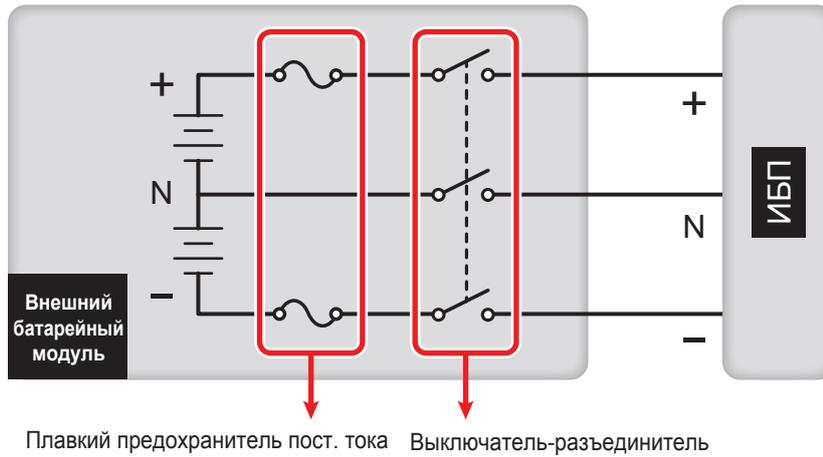
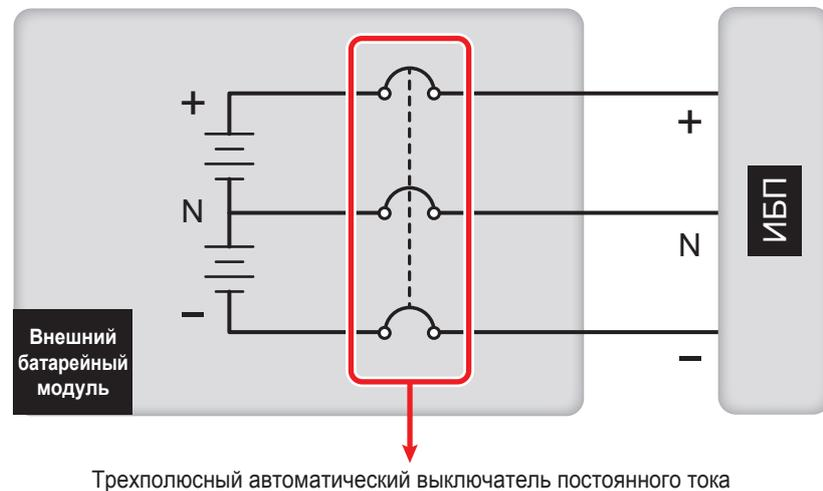

Рис. 6-18. Установка выключателя-разъединителя последовательно с плавким предохранителем постоянного тока
Рис. 6-20. Установка трехполюсного автоматического выключателя постоянного тока
- Устройство защиты внешнего батарейного модуля выбирается квалифицированным сервисным специалистом. Таким устройством может быть выключатель-разъединитель, включенный последовательно с плавким предохранителем постоянного тока, или автоматический выключатель переменного тока; см. **Таблицу 6-2**. При выборе устройства защиты внешнего батарейного модуля следует руководствоваться следующими факторами: (1) значение тока перегрузки между ИБП и цепью батарей, (2) значение тока короткого замыкания, (3) материал жилы кабеля, (4) требования местных ПУЭ. По вопросам установки устройства защиты внешнего батарейного модуля вы можете обратиться в сервисную службу Delta Electronics. Монтаж ИБП силами заказчика разрешается только под контролем авторизованных специалистов и сервисного персонала Delta Electronics. Схемы подключения устройства защиты внешнего батарейного модуля показаны на **Рис. 6-18 ~ Рис. 6-20**.